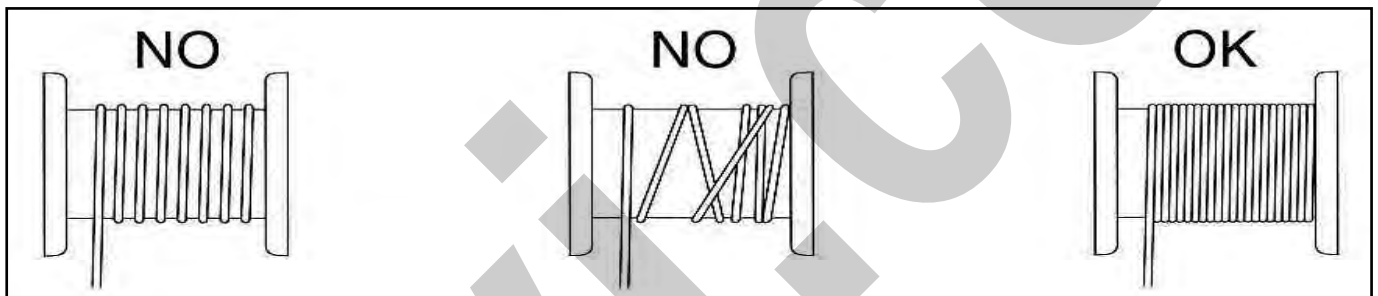

Figura 24 – Avvolgimento del cavo sul tamburo.
Durante la trazione del carico, verificate la disposizione del cavo, che deve essere avvolto correttamente sul tamburo con un passo uguale al diametro del cavo (Figura 24).
- Riavvolgere il cavo azionando il pulsante di trazione sulla pulsantiera portatile di comando, in modo che le spire siano ordinate e compatte (Figura 24).